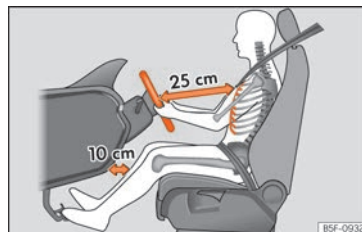

Fig. 87 Distancia correcta entre el conductor y el volante.
- Ajuste el volante de modo que quede una distancia mínima de 25 cm entre el volante y el tórax » » fig. 87.
- Coloque el asiento del conductor de forma que quede una distancia mínima de 25 cm entre el tórax y el centro del volante » » fig. 87. Si la distancia es inferior a los 25 cm, el sistema de airbags no puede protegerle correctamente.